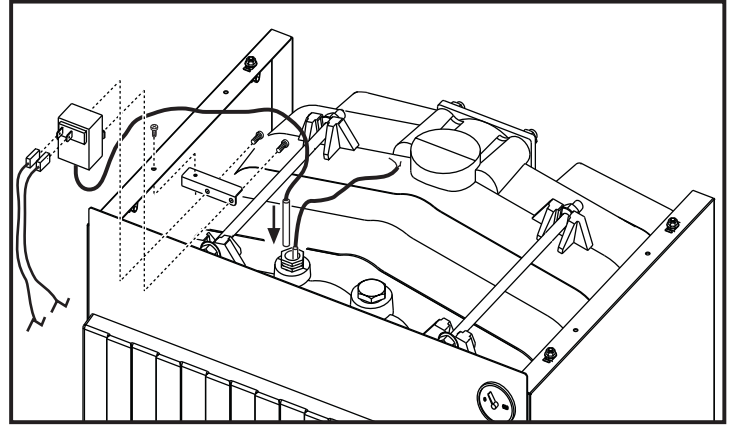

рис. 12
- Прикрепите крепежную скобу и термостат, как показано на рис. 12.